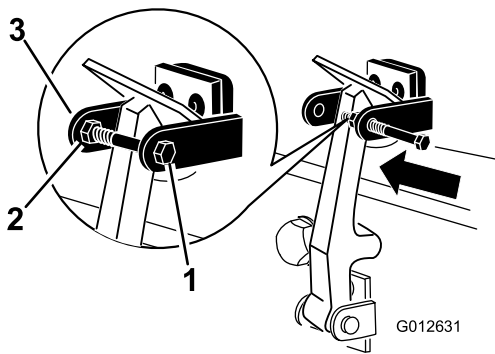

Bild 6
7. Schrauben Sie die Schraube in den anderen Arm der Motorhaubenhalterung, um den Riegel zu arretieren (**Bild 6**). Ziehen Sie die Schraube (nicht die Mutter) an.